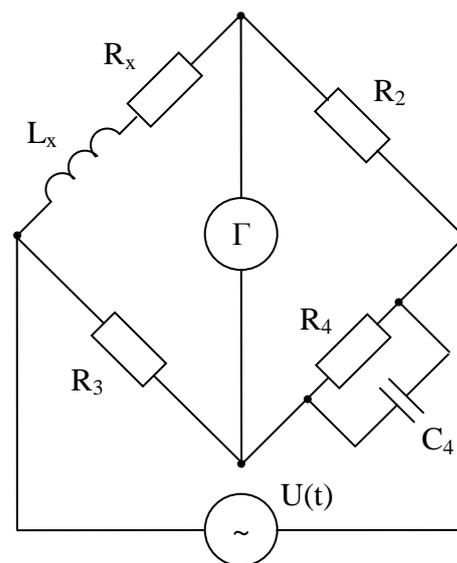

Рис. 4.
22. Мостовая цепь, изображенная на рис. 4, уравновешена. Определите R_x и L_x , если известно, что $R_2 = 100$ Ом, $R_3 = 100$ Ом, $C_4 = 1$ мкФ, $R_4 = 1000$ Ом.